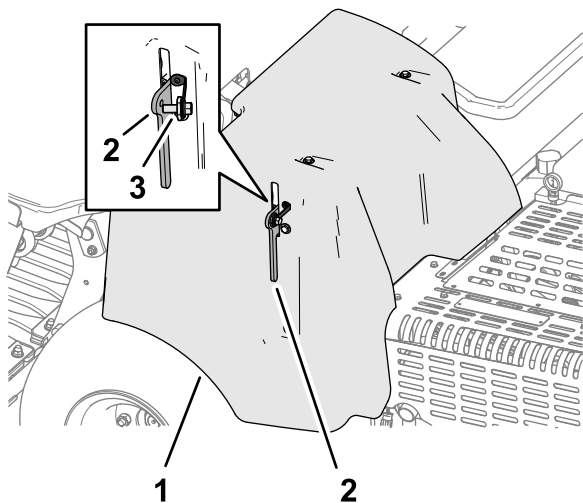

**Figure 135**
3. Abaissez complètement le levier du verrou pour fixer le protège-courroies en place (Figure 135).